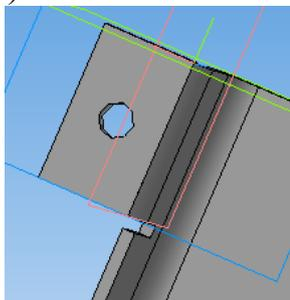

Рис. 13.
35. Нажмите кнопку *Создать*. В модели будет вырезано выдавливанием отверстие под крепеж (рис. 13).